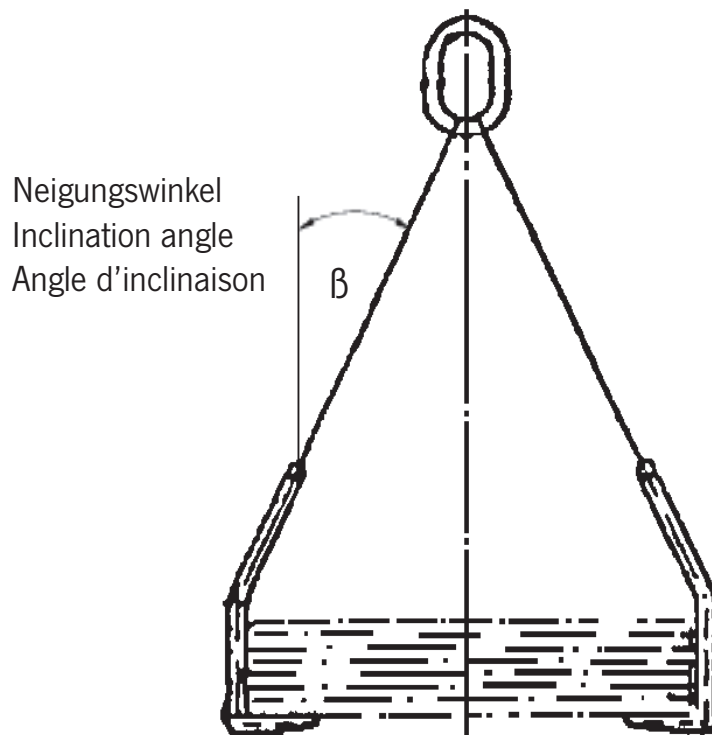

Fig. 2
- La carga que se va a transportar debe ser amarrada de tal forma que el ángulo  $\beta$  de inclinación esté entre  $30^\circ$  y  $45^\circ$ , por ejemplo, está alineado con el cuerpo de los ganchos. (Fig. 2).
- El ángulo  $\beta$  de inclinación de las eslingas de cadena del sistema de elevación no debe ser menor de  $30^\circ$  y no debe ser mayor de  $45^\circ$  (Fig. 2).